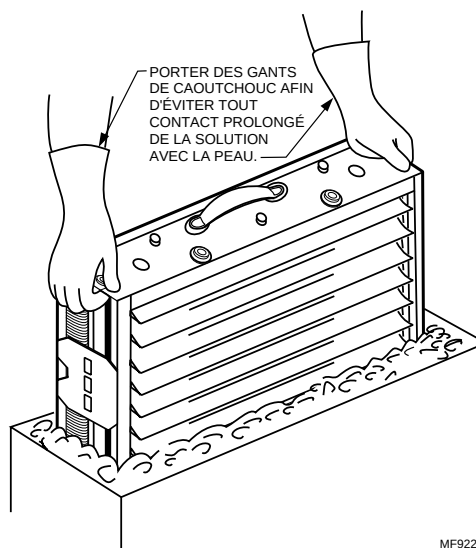

Fig. 12. Nettoyage des cellules dans un bac.
3. Lorsque le détergent est entièrement dissout, placer les cellules dans le bac et laisser tremper de 15 à 20 minutes. Agiter les cellules de haut en bas à quelques reprises et les retirer de l'eau. Voir la Fig. 12.